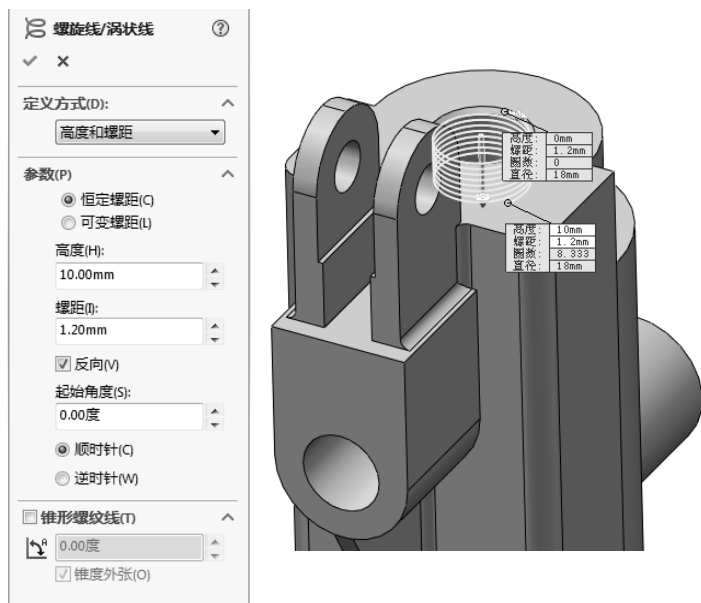

图 12-96 “螺旋线/涡状线”属性管理器
**02** 绘制螺旋线。单击“曲线”工具栏中的“螺旋线/涡状线”按钮, 此时系统弹出图 12-96 所示的“螺旋线/涡状线”属性管理器。设置“定义方式”为“高度和螺距”, 选择“恒定螺距”单选按钮, 输入高度为 10mm, 螺距为 1.2mm, 勾选“反向”复选框, 输入起始角度为 0.00 度, 然后单击属性管理器中的“确定”按钮.